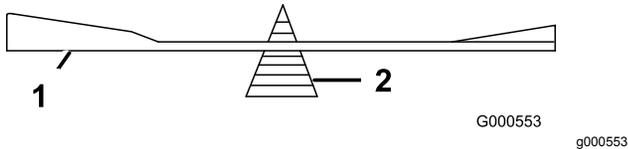

Figure 108
2. Vérifiez l'équilibre de la lame en la plaçant sur un équilibreur (Figure 108).